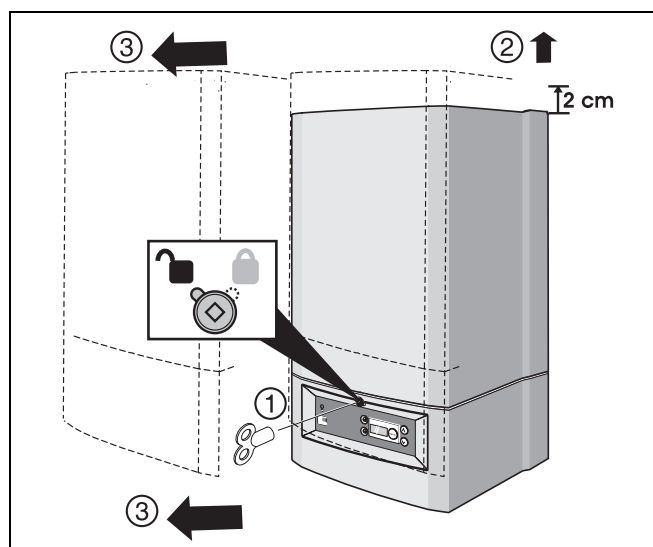

Fig. 16 Îndepărtarea carcasei
- Deșurubarea șurubului de siguranță cu o cheie de calorifer și îndepărtarea carcasei (Fig. 16).